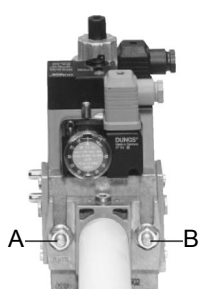
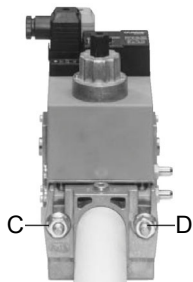
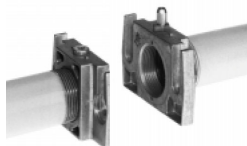

Рис. 2
Рис. 3
Рис. 4
- 2 Поднимите пластину с помощью винтов, как показано на рис. 2
3. Затянуть винты A, B, C и D (Рис. 2 - Рис. 3), соблюдая дистанции монтажа (Рис. 4);
ВНИМАНИЕ: после монтажа газовой рампы согласно схеме на Рис. 2, необходимо провести тестирование на герметичность газового контура, согласно требований действующих нормативов.